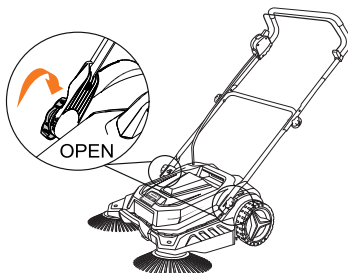

Рис. 9
- Ослабьте барашковые зажимы и сложите рукоятку в сторону изделия (Рис. 9).